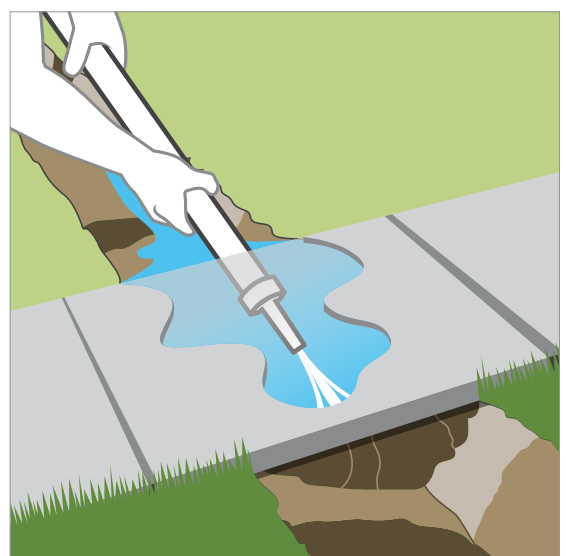

Abbildung 3
5. Installation eines Rohrs unter einem Gehweg oder einer Einfahrt: Spülmethode – Schließen Sie mit einem Rohr-Schlauch-Gewindeadapter ein Ende des Rohrs an einen Gartenschlauch an und montieren Sie am anderen Ende eine kleine Strahlschlauchdüse. Stellen Sie das Wasser an und spülen Sie unter dem Beton durch. *Abbildung 3*